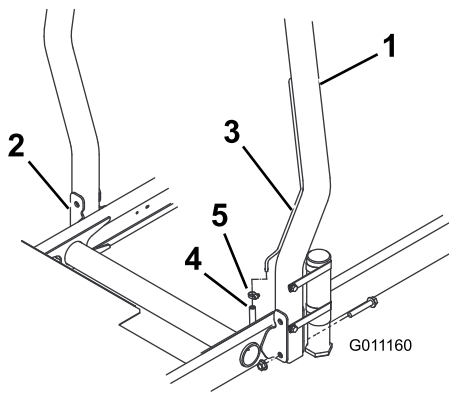

Figura 8
1. Abbassate il roll bar sopra le staffe di montaggio del trattorino, allineandolo ai fori di montaggio. Assicuratevi che il tubo di sfiato si trovi sul lato sinistro della macchina (Figura 8).
- Fissate ogni lato del roll bar alle staffe di montaggio con due bulloni a testa flangiata e due dadi di bloccaggio (Figura 8). Serrate i fermi a 81 N·m.